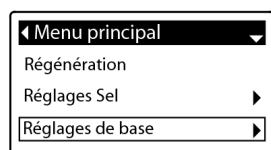

FIG.34
1. Depuis n'importe quel écran d'état séquentiel, appuyez sur SELECT (O) pour afficher le **Menu principal**.
2. Appuyez sur DESCENDRE (▼) pour parcourir les options du menu jusqu'à ce que l'option **Réglages de base** soit sélectionnée (Figure 34).